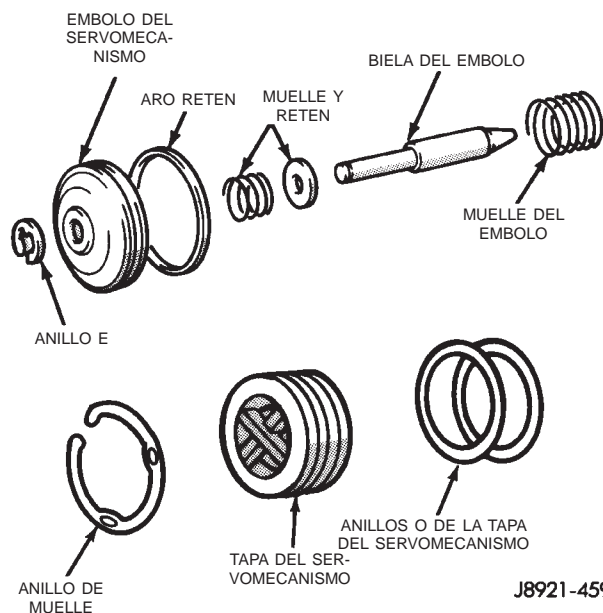

Fig. 75 Componentes del servofreno de rodadura libre en segunda
(4) Retire y deseche el sello y los anillos O del émbolo y la tapa (Fig. 75). Inspeccione el anillo E, el émbolo, el muelle y el retén, la biela de émbolo y el muelle de émbolo. Reemplace las piezas desgastadas o dañadas.